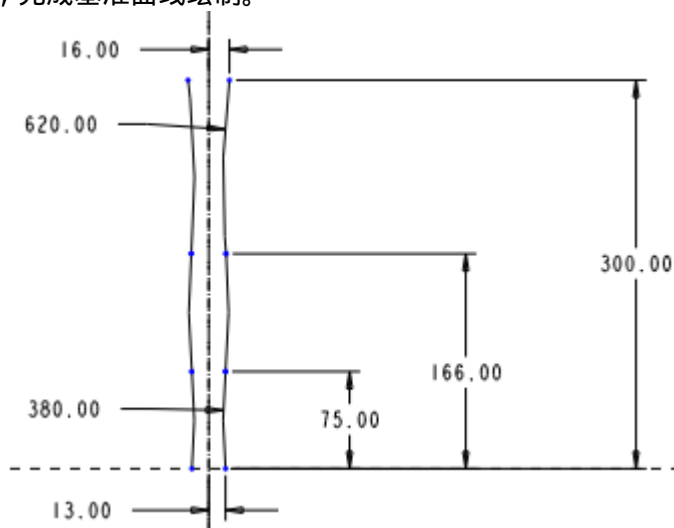

图 39-4
(4) 按下 CTRL 键，依次选中绘制的图素，单击 ，选择绘制的中心线，镜像复制选定的图素，结果如图 39-4 所示。
(5) 单击 ，完成基准曲线绘制。